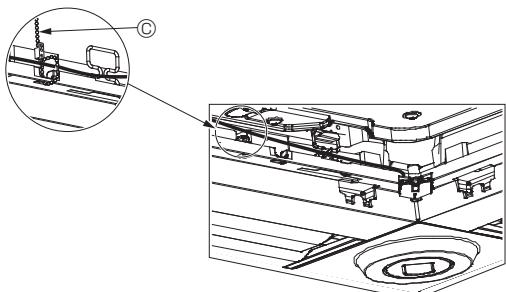

Fig. 10-12
- Fissare i cavi dell'i-See sensor e del ricevitore di segnale al pannello con il dispositivo di attacco come illustrato nello schema, in modo che non siano allentati, quindi tagliare l'estremità in eccesso del dispositivo di attacco. (Fig. 10-12)
- Se la posizione dell'i-See sensor è stata cambiata da “○” (E) a “□” (F), modificare le impostazioni della funzione. (Consultare pagina 96).